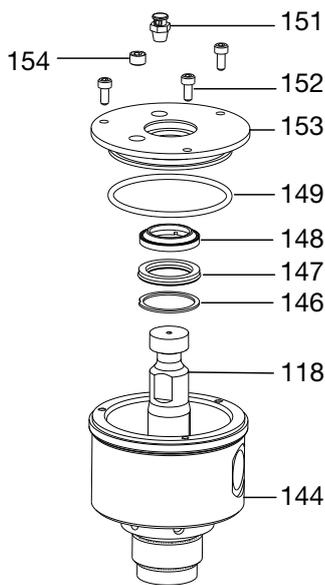

图 43
36. 将新的O形圈（149）、湿杯刮环（148）、密封（147）以及卡环（146）装入湿杯盖（153）内。参见图 43。
37. 小心地将湿杯盖（153）推到活塞柱上。将盖子的孔与湿杯的孔对准。插入螺钉 (152)。用六角头螺钉刀拧紧螺钉。参见图 43。